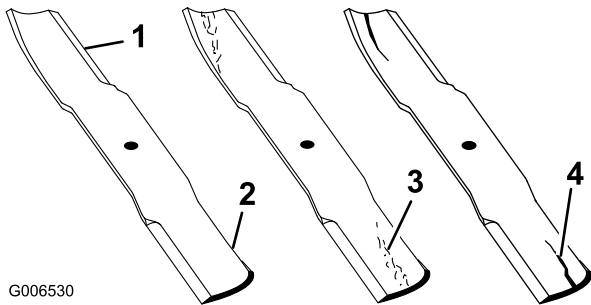

Figure 55
1. Examinez le tranchant des lames (Figure 55). Si les lames ne sont pas tranchantes ou si elles présentent des indentations, déposez-les et aiguisiez-les. Voir Aiguisage des lames.
2. Inspectez les lames, surtout la partie relevée (Figure 55). Remplacez toute lame fendue, usée ou qui présente une entaille (repère 3. de Figure 55).